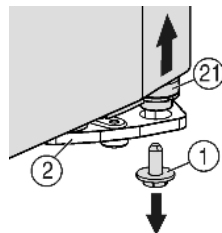

Fig. 5
- ▶ Unten rechts am Lagerbock die Sicherungsschraube Fig. 5 (1) herausdrehen.
- ▶ Der Lagerbolzen Fig. 5 (21) löst sich aus dem Lagerbock Fig. 5 (2).
- ▶ Falls sich der Lagerbolzen Fig. 5 (21) nicht löst, den Bolzen von unten herausdrücken.
- ▶ Sicherungsschraube *Fig. 5 (1)* unten in den Lagerbolzen eindrehen und festziehen (**mit 4 Nm**).